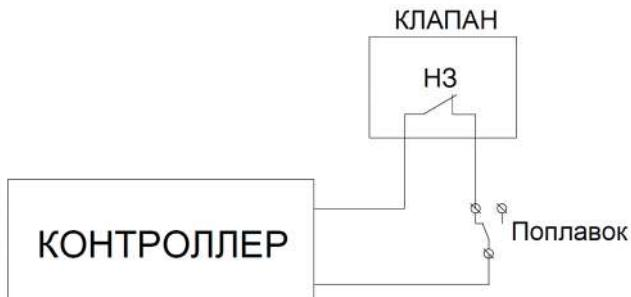

Рис.1
- Подключить клапан в разрыв поплавкового выключателя, тем самым при промывке напорного фильтра СОО будет думать, что ёмкость заполнилась, но в таком случае СОО тоже уйдет в промывку (длительность промывки ~5сек). Если на напорном фильтре установлен клапан Clack без отсечного клапана, то на СОО пойдет неочищенная вода, что в некоторых случаях допустимо. Если отсечной клапан установлен или используется клапан Runxin, то СОО уйдет в ошибку по сухому ходу. При подключении по схеме (рис.1) внутренний счетчик наработанных часов будет обнуляться.